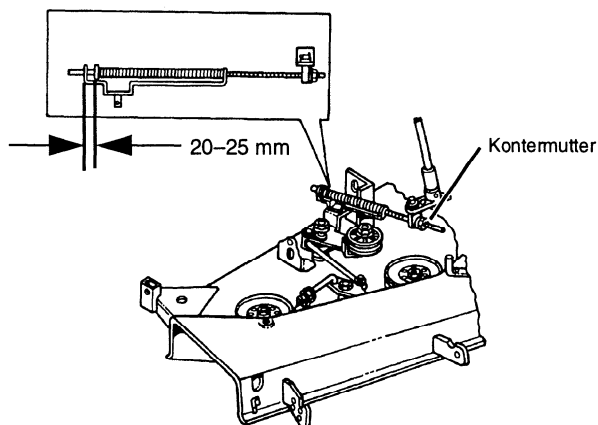

ABBILDUNG 35
- Abstand zwischen Halterung und Unterlegscheibe auf der Zugstange messen (siehe Abbildung 35).
WICHTUNG: Nicht versuchen, Kontermutter (siehe Abbildung 35) auf der Zugstange zu lösen, ohne mit einem geeigneten Schraubenschlüssel das Verbindungsteil zu stützen.